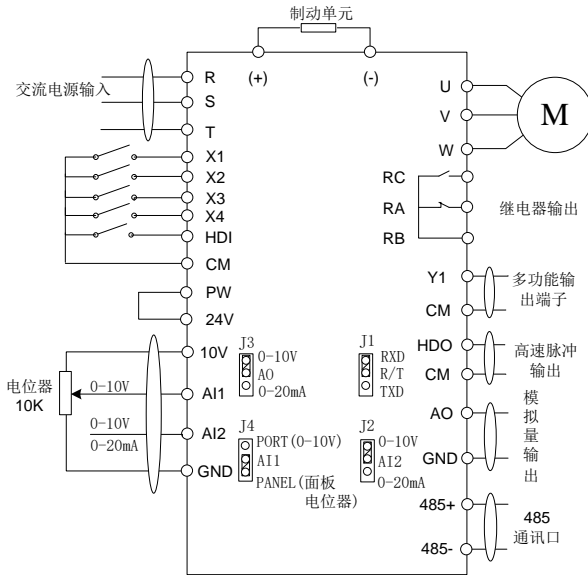

图 2-7 变频器标准接线图 2
| 485 通讯     | 485+  | RS485 收发的正端          | RS-485 串行通讯, 用来实现与其它监控设备的连接。485 通讯时, 必须连接 J1 的 RXD 和 R/T, 见图 2-7   |
|            | AI1   | 模拟量输入端子              | 0~10V 输入。注意: 3.7KW 及以上, 其与面板电位器共用端口, 可通过控制板上 J4 设置。PORT 与 AI1 (VS) 相连, 表示是端子 AI1 (VS) 有效; PANEL 与 AI1 (VS) 相连, 表示面板电位器有效, 见图 2-7 |